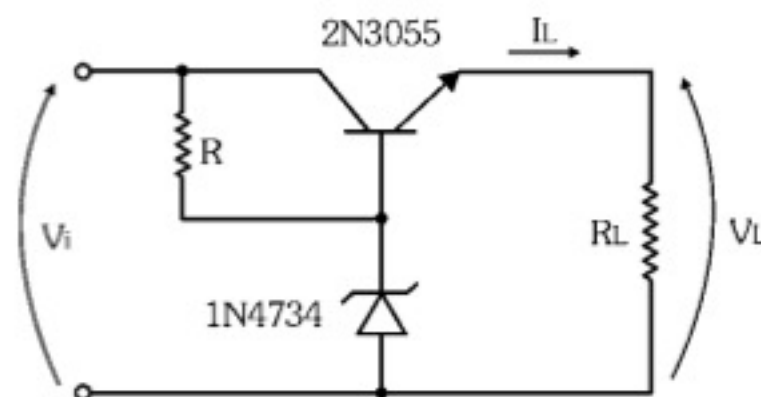

Figura 4.25 - Regulador de tensão série a transistor.
- 4.2) Calcule a faixa de valores de  $R$  para o circuito regulador série a transistor dado na Figura 4.25.